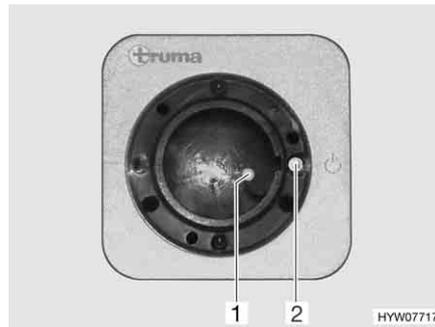
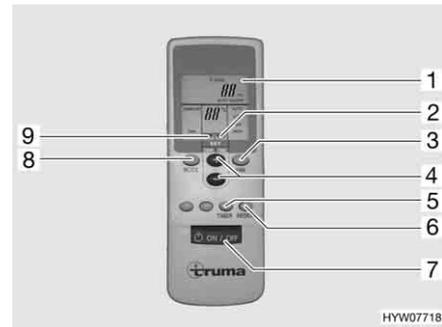

Fig. 137 Ricevitore
Fig. 138 Telecomando
- Accendere il telecomando con l'interruttore (Fig. 138,7). La spia verde di controllo (Fig. 137,1) indica la modalità di raffreddamento.
- Impostare la modalità di funzionamento desiderata con il tasto (Fig. 138,8).
- In caso di necessità, impostare con i tasti (Fig. 138,3 e 4) la potenza della ventola desiderata e la temperatura dell'ambiente. La freccia (Fig. 138,9) indica la modalità di regolazione selezionata.
- ▷ Sul ricevitore si trova un ulteriore interruttore a tasto (Fig. 137,2) con il quale è possibile spegnere e accendere l'impianto di climatizzazione anche senza il telecomando. Quando l'impianto di climatizzazione viene acceso mediante questo interruttore a tasto, viene selezionata automaticamente l'ultima modalità di funzionamento impostata con il telecomando.
- Per spegnere, premere nuovamente il tasto (Fig. 138,7) al telecomando.
- Per programmare l'impianto di climatizzazione, accendere con il tasto (Fig. 138,7) sul telecomando.
- Con i tasti (Fig. 138,8, 3 e 4), impostare la modalità di funzionamento e la temperatura dell'ambiente desiderate.
- Selezionare la funzione desiderata (Fig. 138,1) con il tasto (Fig. 138,5):
- Selezionare il tempo di commutazione desiderato (da 1 a 15 ore) con il tasto (Fig. 138,4). La freccia (Fig. 138,2) lampeggia e indica la modalità di regolazione.
- ▷ Con il tasto (Fig. 138,6) le impostazioni del telecomando vengono ripetutamente inviate al ricevitore.